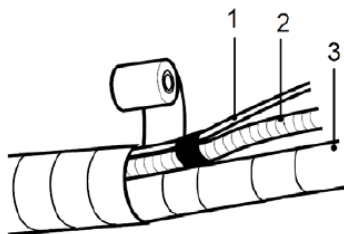

fig. 24 -
- Después de envolver las tuberías con material protector, unir el cable de conexión eléctrica (1-"fig. 24 -"), la tubería de drenaje de condensado (2-"fig. 24 -") y las tuberías (3-"fig. 24 -").